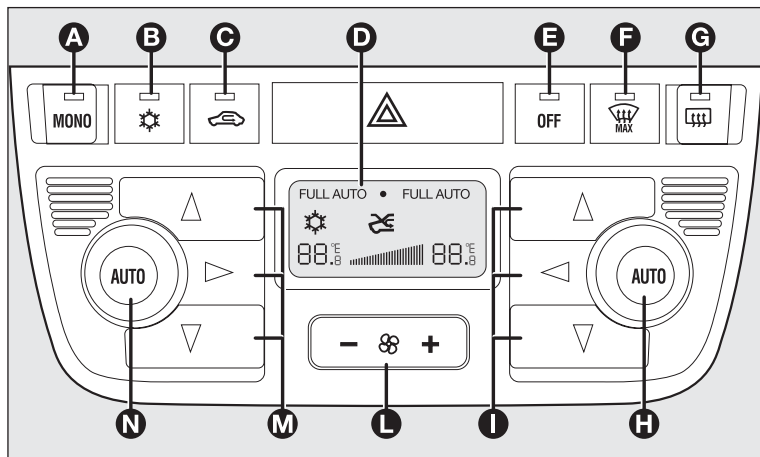

fig. 62
COMMANDES fig. 62
En appuyant sur le bouton **MONO** la température et la distribution de l'air côté passager avant s'alignent automatiquement à celles côté conducteur ; par conséquent, on peut sélectionner les mêmes températures et répartition de l'air entre les deux zones en tournant la seule manette côté conducteur. Cette fonction facilite la régulation de la température de tout l'habitacle lorsqu'à l'intérieur de la voiture il n'y a que le conducteur. Pour revenir à la gestion séparée des températures et de la répartition de l'air dans les deux zones de l'habitacle, il suffit de tourner la manette **H-fig. 62** ou d'appuyer à nouveau sur le bouton **MONO A-fig. 62** lorsque la DEL sur le bouton est allumée.
- ☐ activation forcée (recyclage d'air toujours enclenché), signalé par l'allumage de la DEL sur le bouton **C**-fig. 62 et par le symbole  à l'écran ;